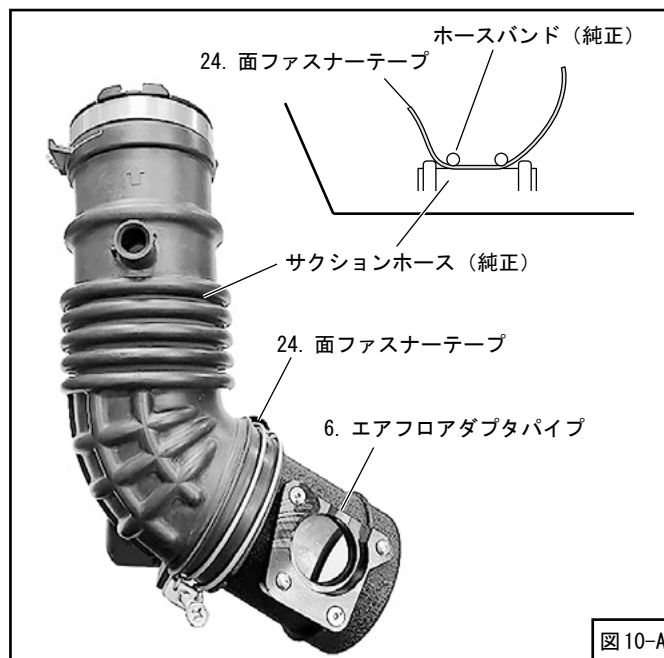

図10-A
(10) 純正サクションホースにエアフロアダプタパイプを仮付けしてください。(図10-A)
(11) 純正ホースバンドに面ファスナーテープを挟み込んでください。(図10-A)